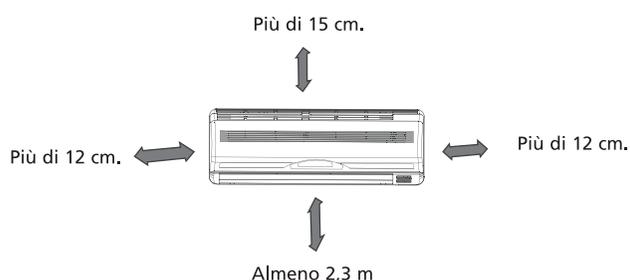

Figura 3
- Assicurarsi che a sinistra e a destra dell'unità ci sia uno spazio di più di 12 cm. Vedi la figura 3.
- L'unità interna va installata sulla parete a un'altezza di almeno 2,3 metri dal pavimento. Vedi la figura 3.
- L'unità interna va installata in modo tale che sia mantenuta una distanza minima dal soffitto di 15 cm. Vedi la figura 3.